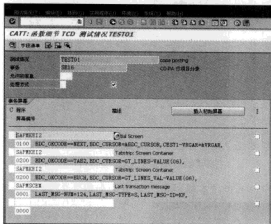

图 4-26 录入数据的窗口
STEP 2 双击 CATT 事件，系统会显示录制过程中的所有屏幕，然后找到录入数据的窗口，双击打开，如图 4-26 所示。